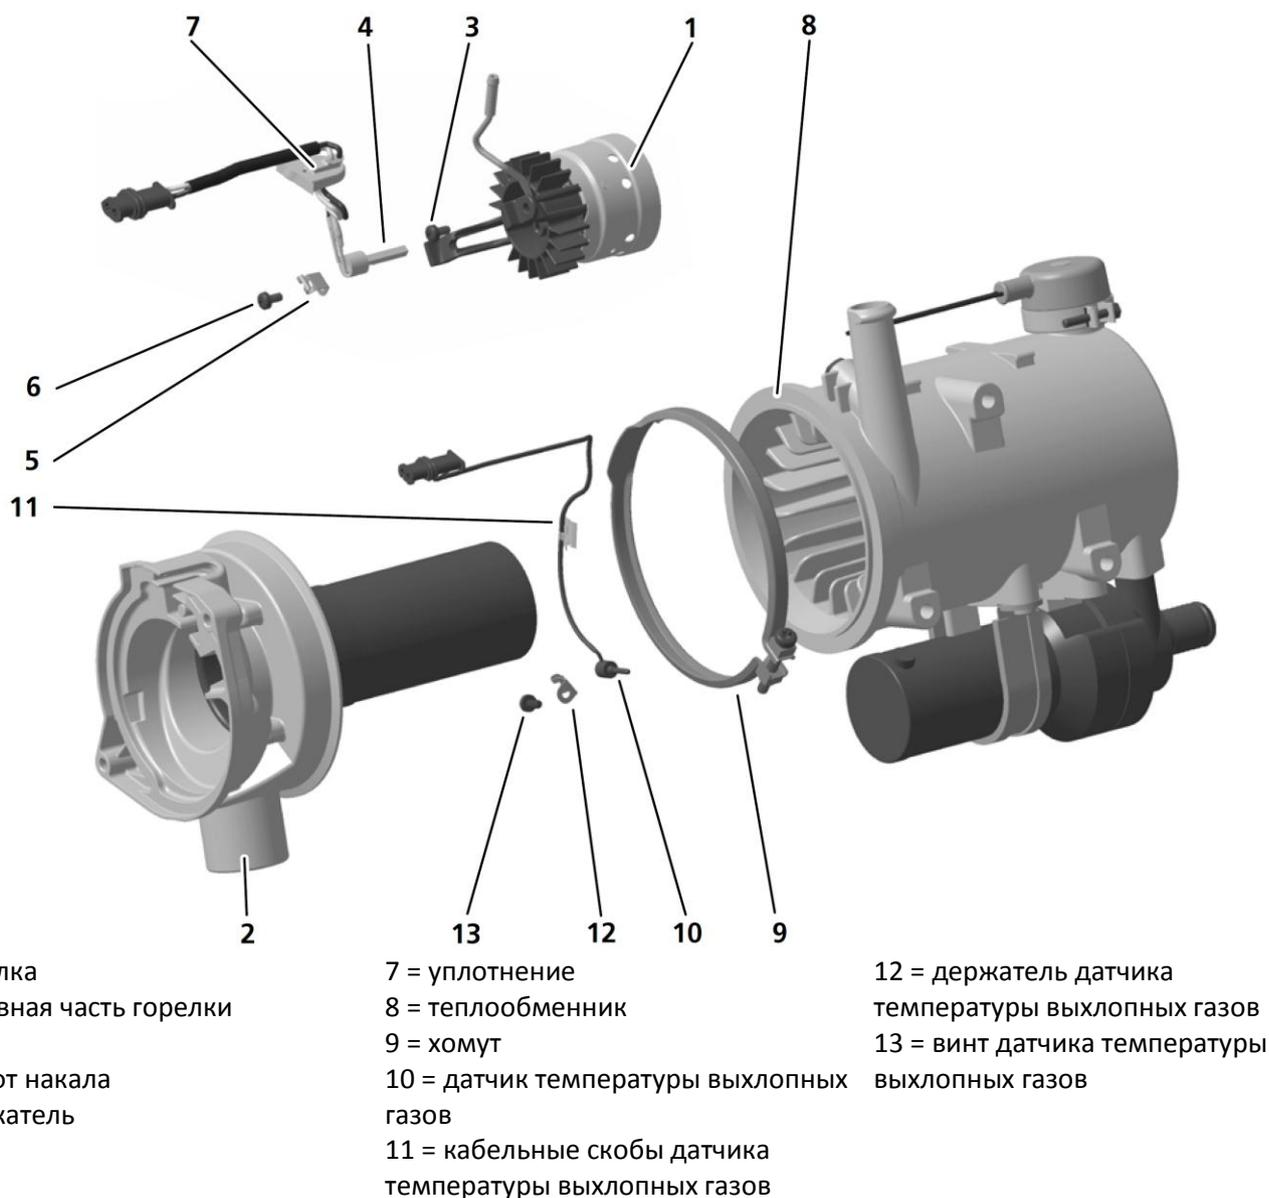

Рис. 9-4 Замена горелки, штифта накала, головной части горелки и датчика температуры выхлопных газов
1. Нанесите на уплотнение (5, рис. 9-4) бескислотную смазку (вазелин)
2. Вверните датчик температуры охлаждающей жидкости (6) с круглым уплотнением (5) в теплообменник (4) и затяните с моментом $1,5\text{Нм} \pm 10\%$.
3. Удалить винты (3, рис. 9-4)
4. Заглушку (7) с и горелку (1) вытащить из головной части горелки (2)
5. Ослабить винты (6) с прижимом (5) для штифта накала и удалить
6. Вытащить штифт накала (4) из горелки (1)
3. Открутить фиксирующий хомут (9, рис. 9-4) винт и снять хомут
4. Вытащить нагнетатель (4, рис. 9-3) с камерой сгорания (2, рис. 9-4) из теплообменника (8, рис. 9-4)
3. Нагнетатель (4, рис. 9-3) с головной частью горелки (2, рис. 9-4) вставить в теплообменник (8, рис. 9-4), при необходимости выровнять и зафиксировать хомутом (9, рис. 9-4)
4. Удалить винт, фиксирующий хомут (9, рис. 9-4) и снять хомут
5. Головную часть горелки (2) вытащить из теплообменника (8)
1. Вставить головную часть горелки (2, рис. 9-4) в теплообменник (8), при необходимости выровнять и зафиксировать хомутом (9)